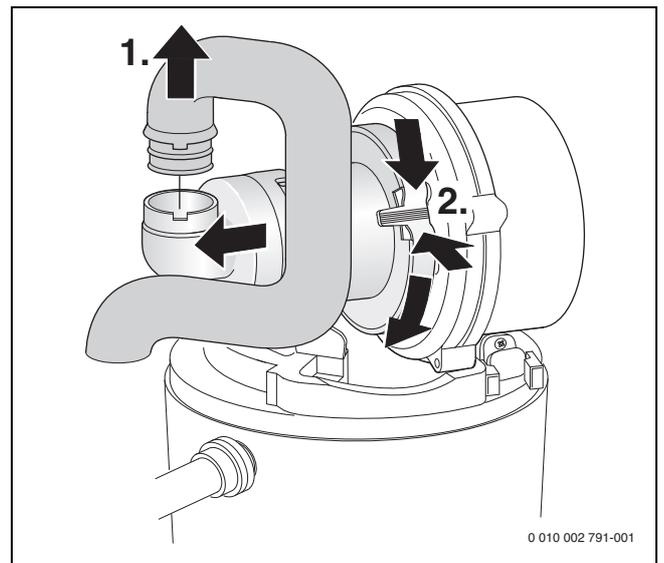

Bild 42 Saugrohr und Mischeinrichtung ausbauen
- ▶ Mischeinrichtung ausbauen (→ Bild 42).